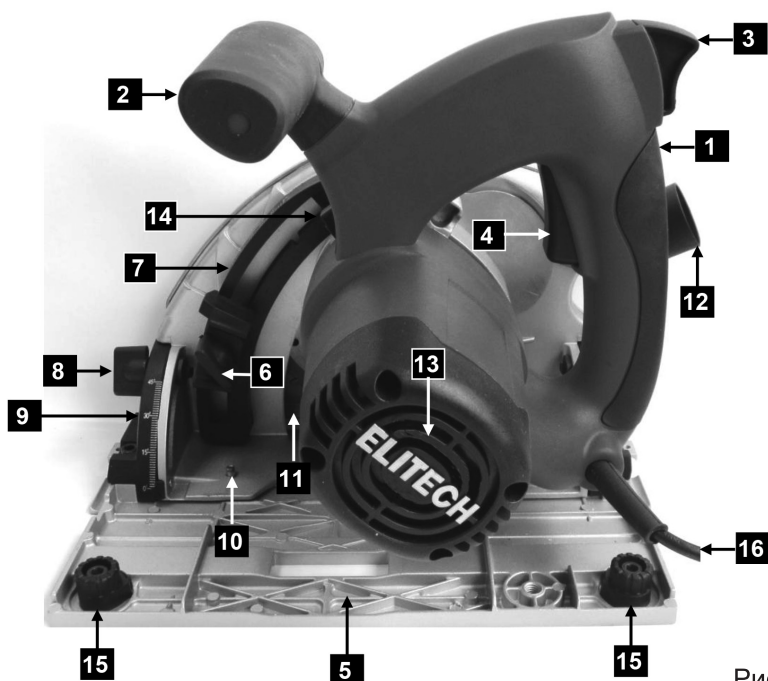
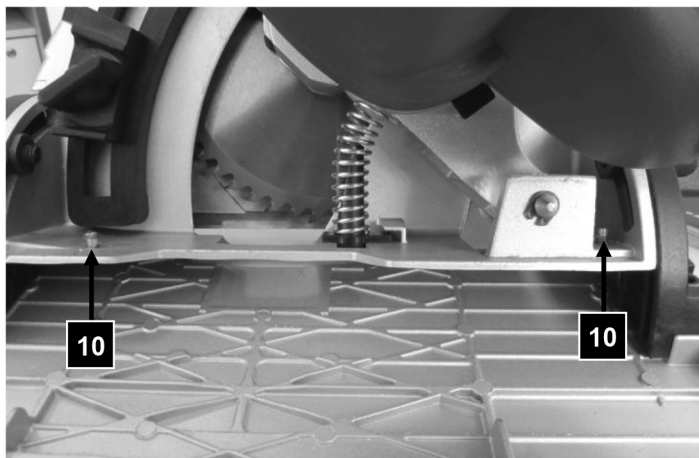

Рис. 2
Рис. 9
2. Зафиксировать пильный диск с помощью кнопки фиксации диска (поз. 14, рис. 2);
При угле наклона 0° по шкале угла наклона диска (поз. 9, рис. 2) плоскость пильного диска с плоскостью опорной платформы образует прямой угол 90° . В этом положении указатель шкалы указывает на 0° . В случае, если при установке прямого угла между пильным диском и опорной платформой указатель шкалы отклонился от отметки 0° , необходимо выполнить калибровку прямого угла. Калибровка прямого угла выполняется с помощью откручивания/закручивания (в зависимости от того, в какую сторону необходимо выполнить калибровку) винтов калибровки прямого угла (поз. 10, рис. 9).